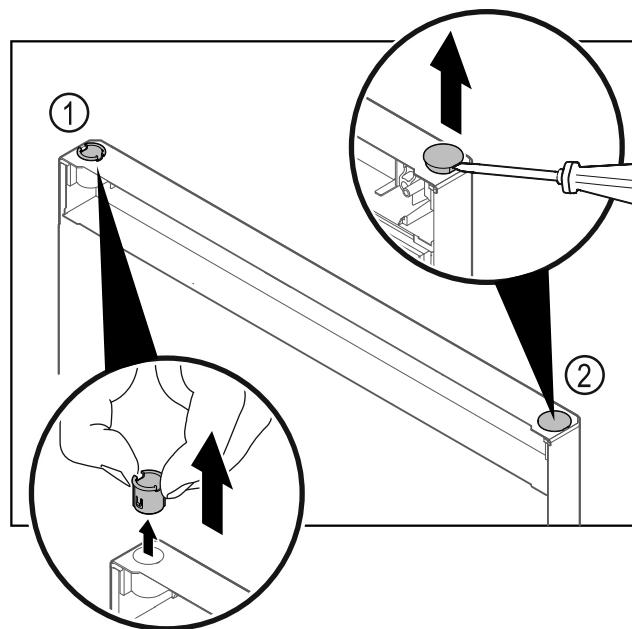

Fig. 27 Dør kjøleseksjon
- Trekk ut hengselbøssingen Fig. 27 (1) med fingrene.
- Løft dekkstøpselet Fig. 27 (2) forsiktig opp med en skrutrekker, og trekk det av.